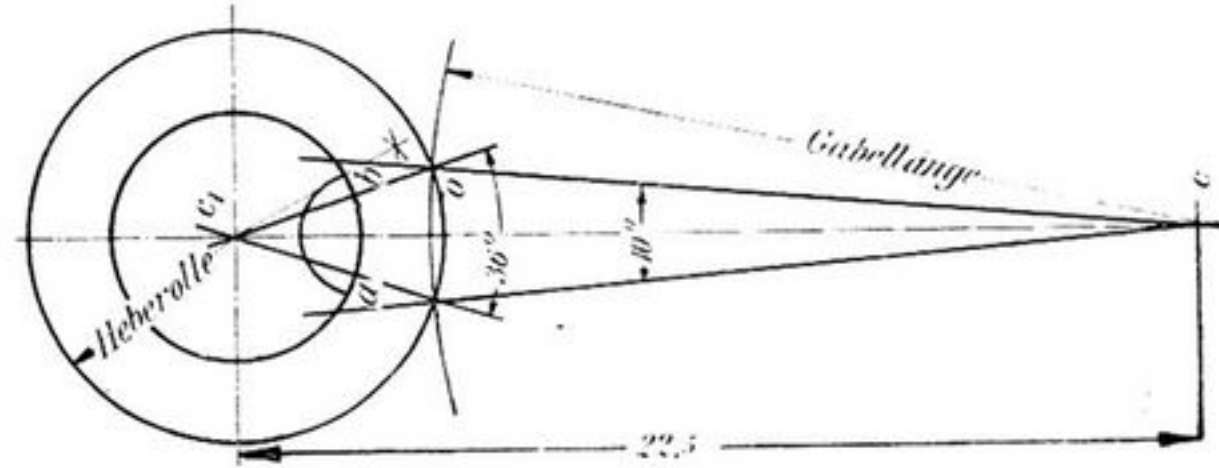

Abb. 125. Ermittlung der Gabellänge, der Durchmesser von Hebe- und Sicherheitsrolle und des Freiraumes in dieser für die Sicherheitsnase
ten, zeichnen wir auf einem kleinen Zeichenbogen die Skizze der Abbildung 125 in fünffacher Vergrößerung auf. Aus drucktechnischen Gründen mußte hier eine geringere Vergrößerung gezeigt werden. Auf einer Mittellinie tragen wir den Achsenabstand zwischen Anker und Unruh (siehe oben), der 22,5 mm beträgt, ab. Die Achsenpunkte sind hier mit  $c$  und  $c_1$  bezeichnet.
**Arbeitsgang:** Weil die äußere Form verschieden ausgeführt wird, so wollen wir an dieser Stelle nur das Wichtigste festlegen: 1. Auf die Mitte des Metallstückes die Längsachse aufreißen. 2. In die Mitte der Achse ein Loch von 1,9 mm Weite bohren. 3. Die Länge der Fabel aus der früher gezeichneten Skizze (Abb. 125) entnehmen. 4. Mit dieser Länge um das Loch einen Kreis schlagen. 5. Das Loch auf-
Den Durchmesser dieser Rolle bringt man in Abhängigkeit vom Durchmesser der Hebelrolle. Wir werden in unserem Fall wenigstens 60% vom Durchmesser der letzteren nehmen. Die nötige Breite und Tiefe des Freiraumes für die Sicherheitsnase läßt sich auch wieder aus der Skizze (Abb. 125) feststellen.